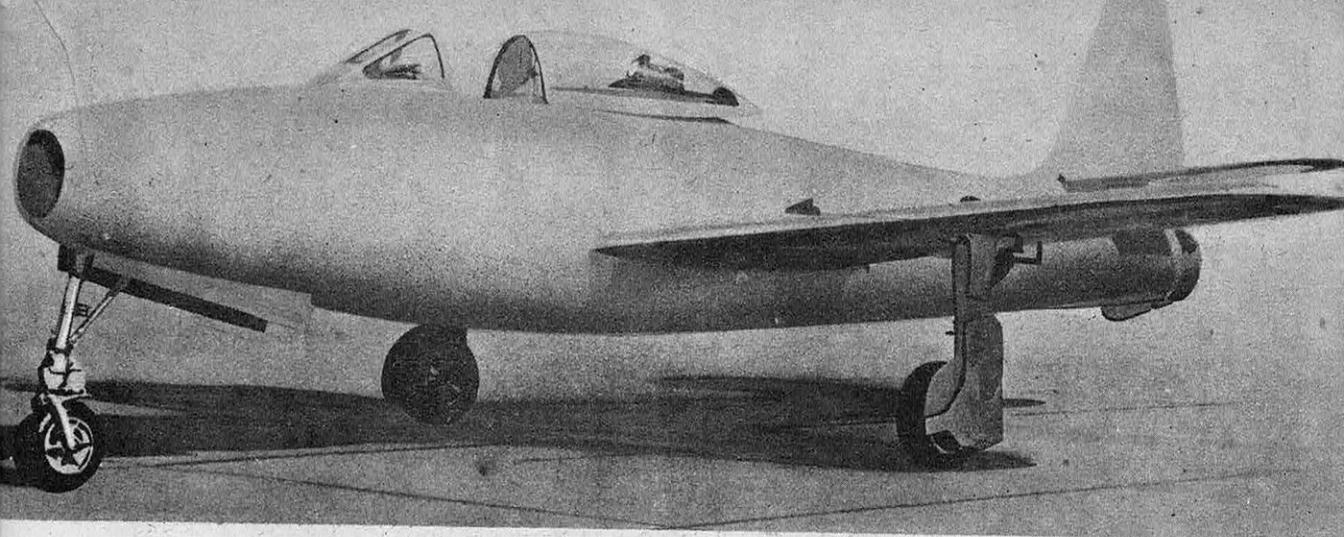

FIG. 8. — LE CHASSEUR A RÉACTION REPUBLIC P-84 « THUNDERJET » DONT LA VITESSE MAXIMUM EST DE 982 KM/H
Aujourd'hui les chasseurs de série de l'aviation d'armée américaine sont tous à réaction : le P-59 « Airacomet » étant considéré comme dépassé (il a volé en 1942), les appareils de série sont le Lockheed P-80 « Shooting Star », propulsé par un turboréacteur General Electric I-40 et le Republic P-84 « Thunderjet » (fig. 8) à un turboréacteur General Electric TG-180. A partir du P-79 et à l'exception du P-82 North-American « Twin Mustang », tous les prototypes de chasseurs, sur lesquels on ne possède que très peu de renseignements sont à réaction (1). Sur 453 chasseurs fournis à l'armée en 1946, 411 étaient à réaction.